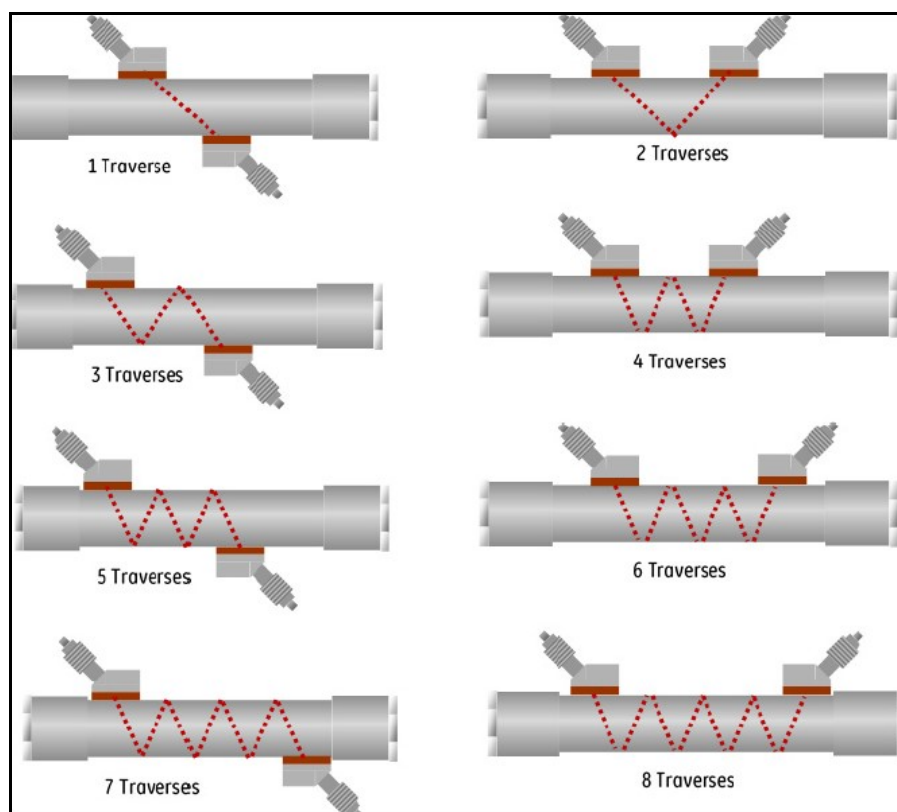

Figura 73: Configuraciones de cruce
2. Programe el valor **[No. of Traverses]** (Número de cruces) conforme a la instalación y la configuración del transductor. Consulte en la Figura 73 las posibles configuraciones de cruces que admite el caudalímetro. Por lo general, se utiliza una instalación de dos cruces.